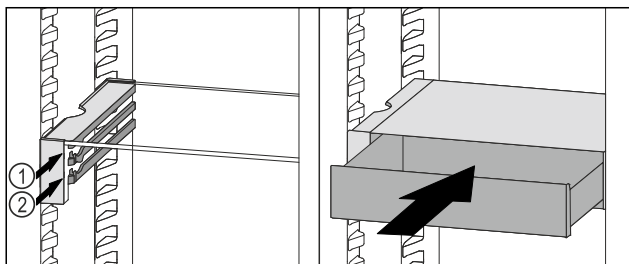

Fig. 183
- ▶ Nasaďte zásuvku VarioSafe za zarážky na požadovaném žebro Fig. 183 (1) nebo Fig. 183 (2).